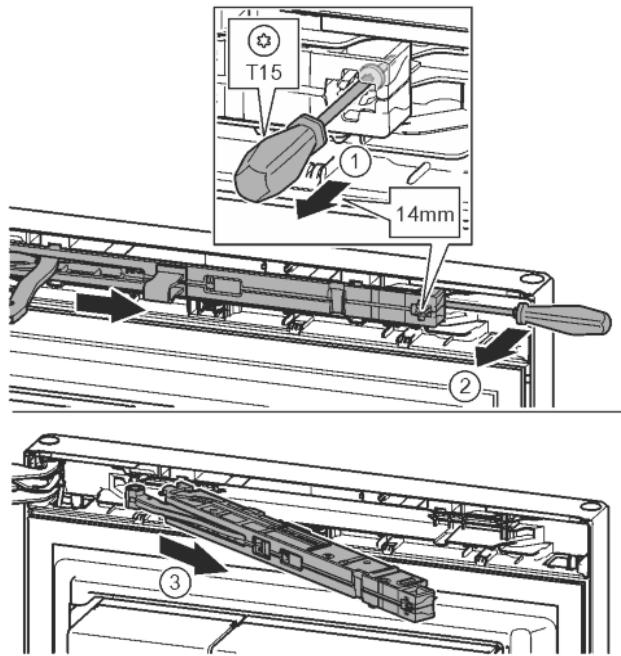

Fig. 9
- Ослабить винт на узле амортизатора с помощью отвертки T15 примерно на 14 мм. Fig. 9 (1)
- Отверткой со стороны ручки переместиться за узел амортизатора и повернуть вперед. Fig. 9 (2)
- Извлечь узел амортизатора. Fig. 9 (3)